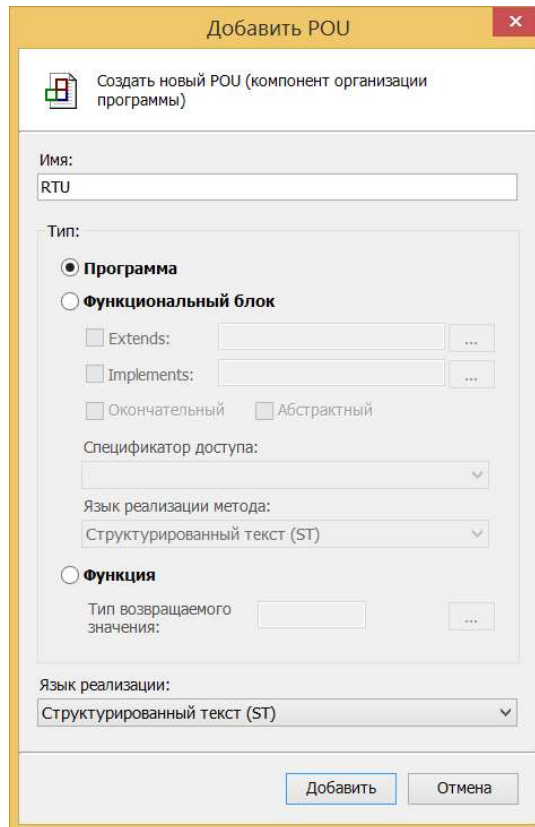

Рисунок 86 – Окно настроек добавления нового РОУ
В открывшемся окне «Добавить РОУ» выбираем тип «Программа», язык реализации «Структурированный текст (ST)» и даем имя RTU и жмем кнопку «Добавить» (рисунок 86)